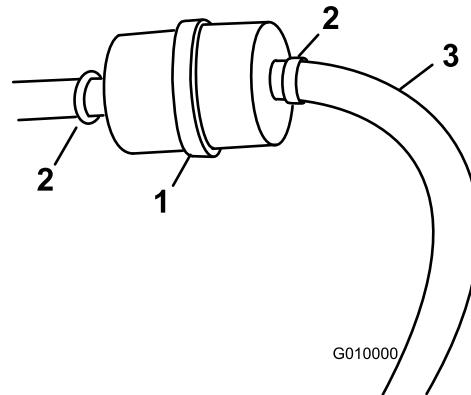

Bild 51
- Lösen Sie die Schlauchklemmen und schieben Sie sie vom Filter weg (Bild 51).
- Setzen Sie einen neuen Filter auf die Schläuche auf und ziehen Sie die Schlauchklemmen fest (Bild 51).
3. Lockern Sie die Schlauchklemme am Kraftstofffilter und schieben Sie sie an der Kraftstoffleitung weg vom Kraftstofffilter (Bild 51).
4. Schließen Sie die Kraftstoffleitung vom Kraftstofffilter ab (Bild 51).
Hinweis: Lassen Sie das Benzin in einen Benzinkanister oder eine Auffangwanne ablaufen (Bild 51).
6. Schieben Sie die Schlauchklemme ganz an den Kraftstofffilter heran, um die Kraftstoffleitung zu befestigen (Bild 51).